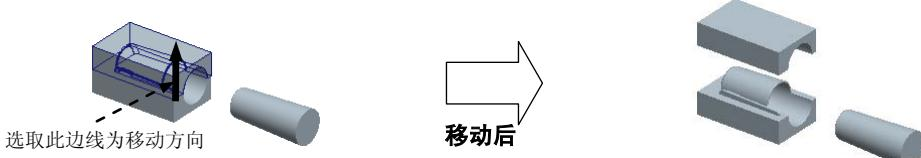

图 7.22 移动上模
Step1. 参考开模步骤 1 的操作方法, 选取上模, 选取图 7.22 所示的边线为移动方向, 然后输入要移动的距离值 100, 单击 Enter 键。